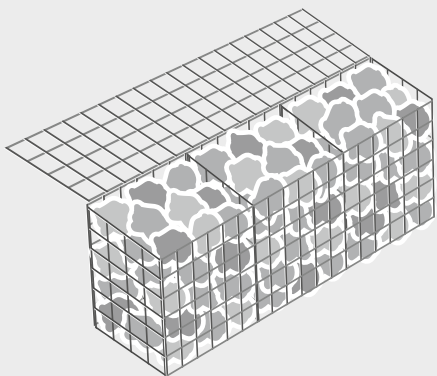

Figure 1 | Positionnement des panneaux avant le montage
- Posez les panneaux à plat sur le sol, comme s'il s'agissait d'une boîte dépliée (figure 1). Faites en sorte que les fils horizontaux des panneaux se trouvent en bas.